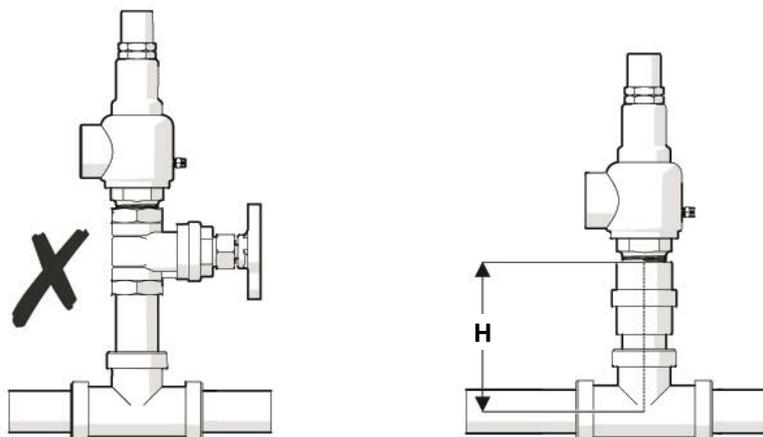

Fig. 8 Consideraciones para la conexión de entrada de la válvula.
3. No debe instalar ningún tipo de válvula de corte a la entrada o salida de la válvula de seguridad-alivio (Fig. 8).
4. Si existe una tubería de conexión de entrada, la longitud (**H**) debe ser calculada para que la caída de presión no supere el 3% de la presión de ajuste. (Fig. 8)